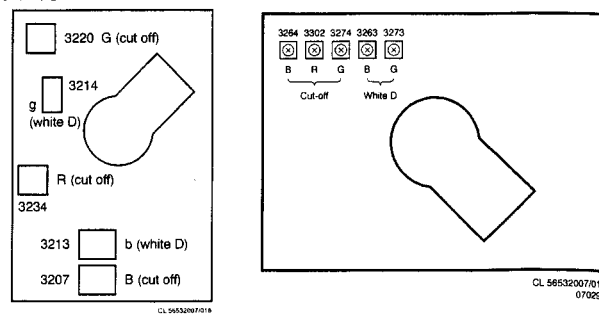

Abb. 7.2
2. Einstellung auf der CRT-Leiterplatte (Abb. 7.2)